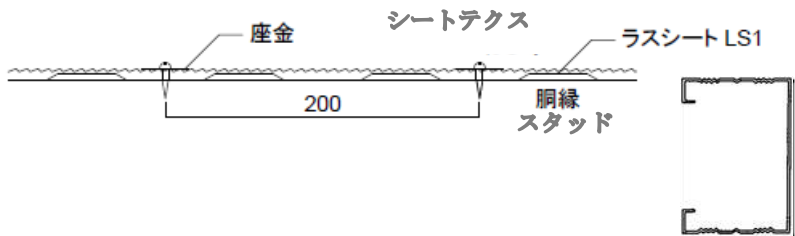

図 16 軽量鉄骨造内部間仕切でのラスシート LS1 の留め付け
- ・内部間仕切りでは、図 16 に示すシートテクスと座金を用い 200mm 以内の間隔でラスシートを胴縁に留め付けてください。